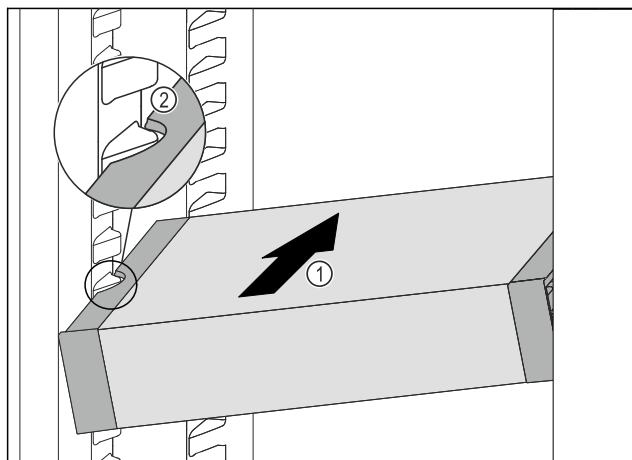

Fig. 89
- VarioSafe schuin in het koelgedeelte schuiven Fig. 89 (1), tot de uitsparingen aan de zijkant Fig. 89 (2) van de VarioSafe op de hoogte van de rib in het koelgedeelte zitten.